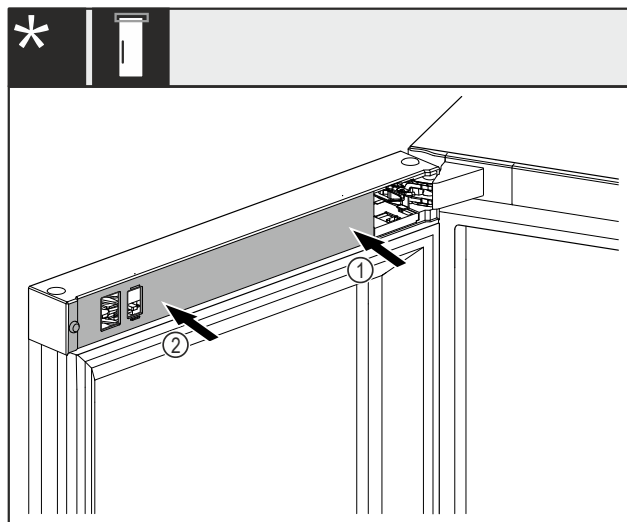

Fig. 47 *
- Pange kate Fig. 47 (1) esmalt laagripuki küljel peale ja fikseerige.*
- Pange kate Fig. 47 (2) välisküljel peale ja fikseerige.*